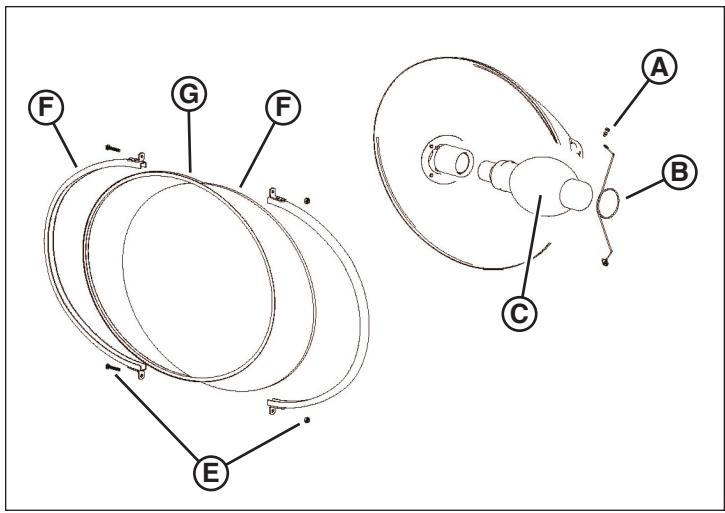

Figure 22
4. Desserrer les vis des canaux de lentille (**E**, Figure 22) pour pouvoir enlever le canal des lentilles (**F**).
5. Retirer le joint de silicone (**G**, Figure 22) et les lentilles (**H**).
6. Retirer les vis de pince de support (**A**, Figure 22) et les pinces de support (**B**).
7. Délicatement, enlever l'ancienne lampe (**C**, Figure 22) et installer la bonne lampe de remplacement. Voir **Spécifications**.
8. Nettoyer le réflecteur (**D**, Figure 22) et les lentilles.